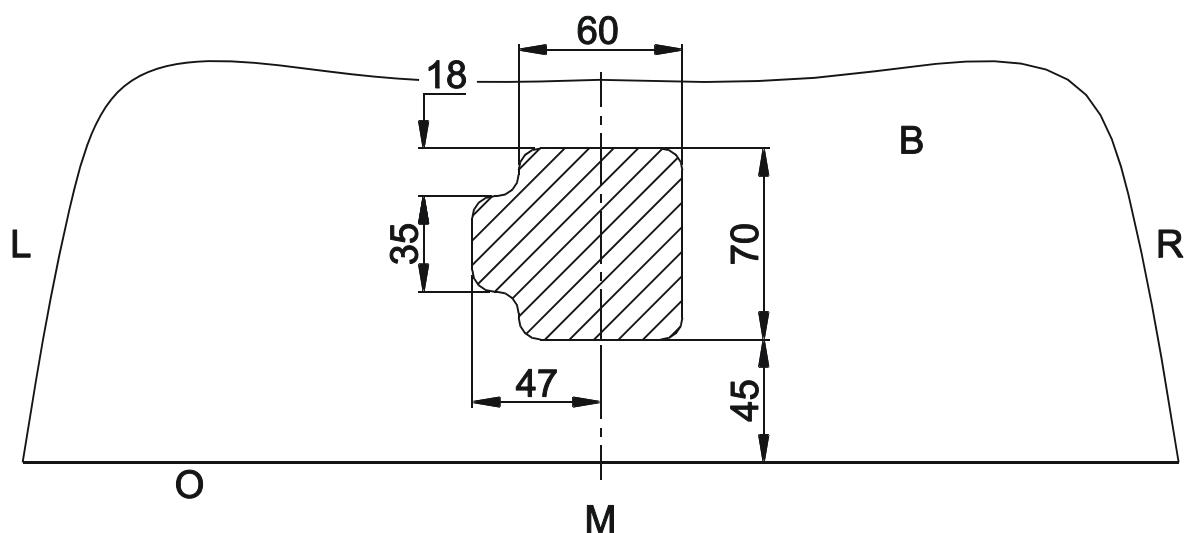

Fig. 1
2. Installer l'attelage avec (A) et (E) sur les forage prévus au côté des poutres de châssis. Insérer les boulons aux points (A) et installer la contra plaque contre l'extérieur des poutres de châssis, insérer les écrous et les rondelles de sécurité sans serrer.
3. Installer les pièces de montage (2) à gauche et (3) à droit sur les forages filetés prévus dans le côté inférieur du châssis, (B) et (F) s'adaptent à l'attelage, insérer les boulons et les rondelles et bien visser le tout (cf. couples de serrage).
5. Faire une découpe dans le pare-chocs selon figure1 ci-jointe, monter le système escamotable T30 sur l'attelage et bien visser le tout (cfr. couples de serrage). Monter le porteur bloc multiprise sur le support prévu sur la traverse de l'attelage, réinstaller la roue de secours.
2. Install the tow bar with (A) and (E) on the provided drillings in the side of the chassis beams. Insert the bolts at (A) and install the plate (1) on the exterior side of the chassis beams, insert the nuts and the washers without tightening.
3. Install the assembly pieces (2) at the left and (3) at the right on the provided screw-thread holes in the bottom of the chassis, (B) et (F) fit with the tow bar, insert the bolts and the washers and do tighten everything firmly (see tension).
5. Make an incision in the bottom of the bumper according to figure 1 and assemble the escamotable system T30 on the tow bar and do tighten everything firmly (see tension). Assemble the socket plate holder op the provided support on the cross-beam of the tow bar and re-install the spare wheel.